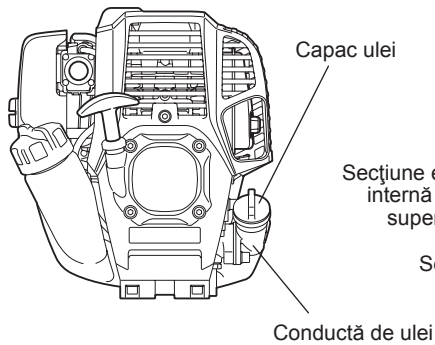
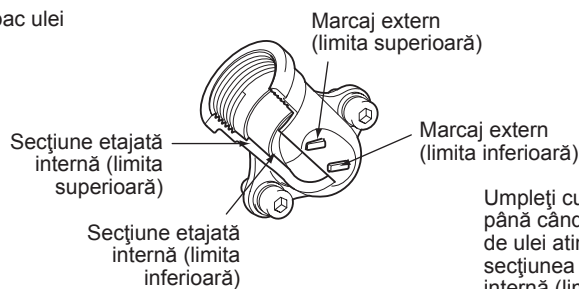

Fig. 1
Fig. 2 Conductă de ulei
- Setează nivelul motorului, scoateți capacul de ulei (Fig. 1) și verificați pentru a vedea dacă există sau nu ulei în intervalul dintre limita superioară și inferioară marcate pe conducta de ulei (Fig. 2).